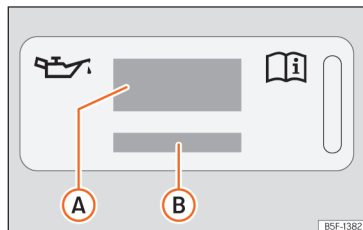
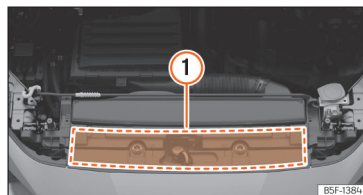

Fig. 175 No compartimento do motor: etiqueta de óleo do motor
Fig. 176 No compartimento do motor: zona de localização da etiqueta de óleo do motor
Legenda da >>> **Fig. 175:**
Se tiver de adicionar óleo do motor, utilize um dos óleos indicados na etiqueta >>> **Fig. 175**. A etiqueta com a norma prescrita encontra-se na parte da frente do compartimento do motor >>> **Fig. 176** (1). Se utilizar o óleo do motor recomendado, é possível corrigir o nível do enchimento tantas vezes quantas forem necessárias.
- Se faltar a etiqueta com a especificação do óleo do motor >>> Fig. 175, contacte uma oficina especializada.